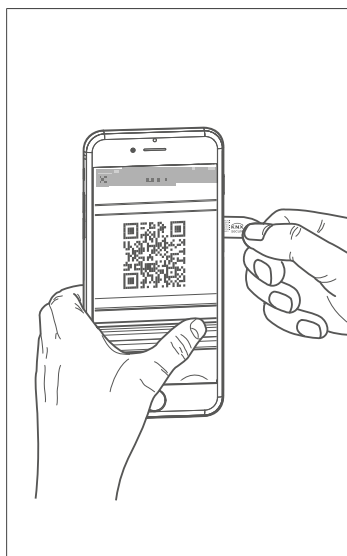
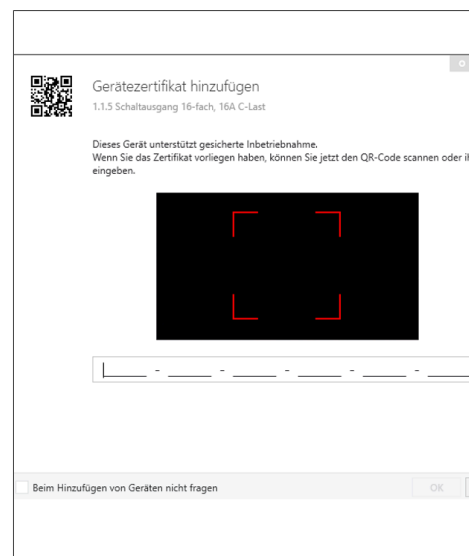

Fig. 6 : Scannage du QR code
Fig. 7 : Saisie manuelle du QR code
- ① Activer le mode de mise en service sécurisé dans ETS.
- ② Saisir le code de l'appareil (QR code) (Fig. 7), le scanner (Fig. 6) ou l'ajouter au projet dans ETS.